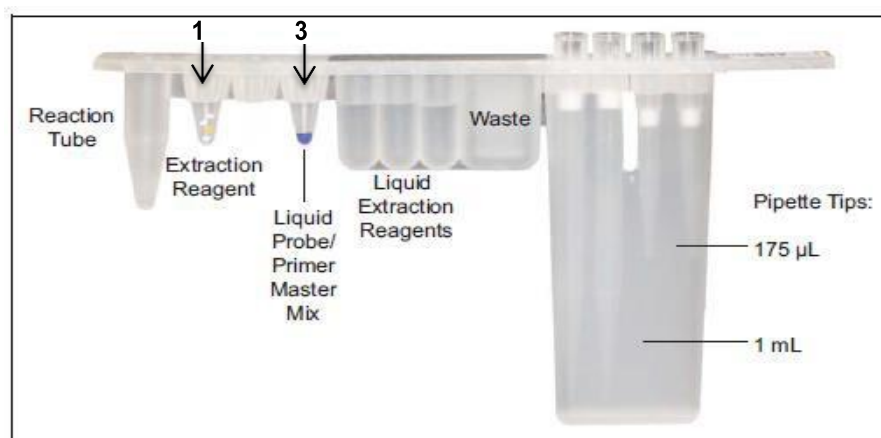

Abbildung 1: Vorbereitung der DNA-Einzelreagenzstreifen.
- 2.2.b. Rasten Sie ein BD Exk-1 DNA-Extraktions Reagenzröhrchen (weißes Siegel) in Position 1 des DNA-Streifens, siehe Abbildung 1.
- 2.2.c. Rasten Sie ein CPE Screen-Reagenzröhrchen (blaues Siegel) in Position 3 des DNA-Streifens, siehe Abbildung 1.